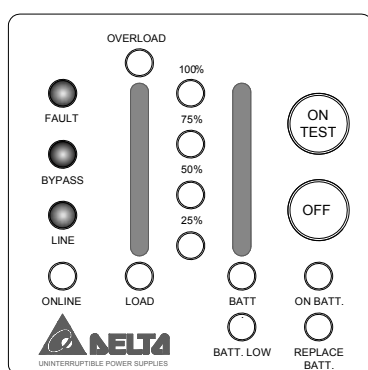

Figure 6-1 (Fault)
2. Для облегчения диагностики загораются дополнительные индикаторы уровня – см. таблицу (см. рис. 6-1).